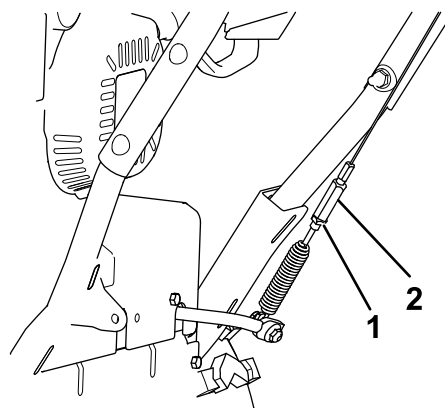

Figura 32
5. Afloje la contratuerca (Figura 32).
6. Afloje o apriete el tensor que ajusta la tensión del cable (Figura 32).